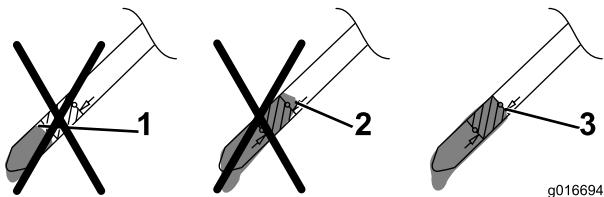

Рисунок 15
5. Определите уровень масла по отметкам на щупе (Рисунок 15).
- Если уровень масла слишком низкий, **медленно** залейте небольшое количество масла в маслозаливную горловину, подождите 3 минуты и повторите действия, указанные в пунктах **3 – 5**, чтобы масло достигло требуемого уровня, как показано на Рисунок 15.
Отрегулируйте высоту скашивания на требуемое значение; см. рис. 14 и рис. 15.